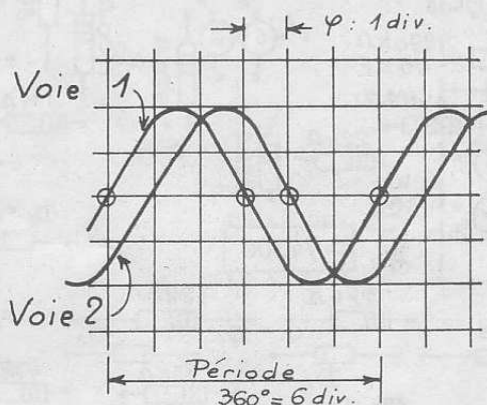

Fig. 87. – Mesure d'un déphasage.
c) Mesure d'un déphasage. Voir figure 87.